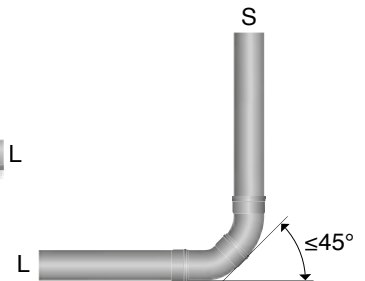

Fig. 3.2.4b.
- b. Stående samlingsledning (S) som övergår i liggande samlingsledning (L) ska utföras med två böjar med vardera vinkeln högst  $\alpha \leq 45^\circ$  eller med en särskild utformad rördel. Se fig. 3.2.4b.